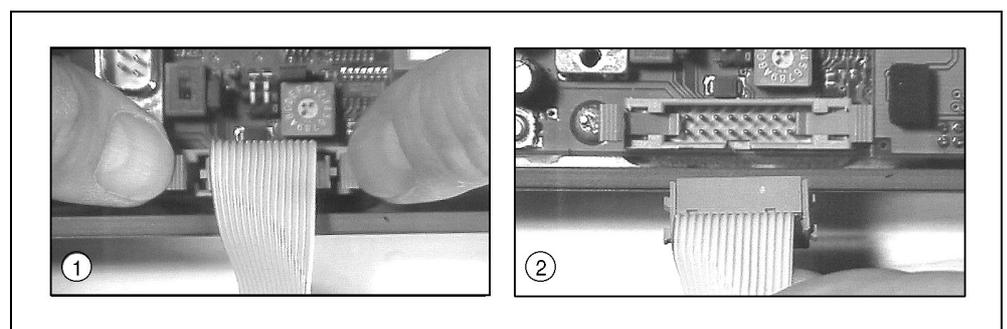

Abb. 6.10: Lösen des Flachbandkabels im MA 10
Die beiden Gehäusehälften sind jetzt nur noch über das Flachbandkabel miteinander verbunden. Sie können das Flachbandkabel auf der Elektronik-Leiterplatte zur besseren Zugänglichkeit auch wie in Abb. 6.10 gezeigt lösen.
→ Drücken Sie vorsichtig, wie in Abb. 6.10 unter ① gezeigt, gleichzeitig die beiden Arretierungshebel des Flachbandkabel-Steckverbinders nach unten, um die Verbindung zu lösen.
Das Kabel ist nun frei (② in Abb. 6.10), und Sie können die Gerätehälfte mit der Elektronik und den Anschlußklemmen zum unbehinderten Anschließen abnehmen.